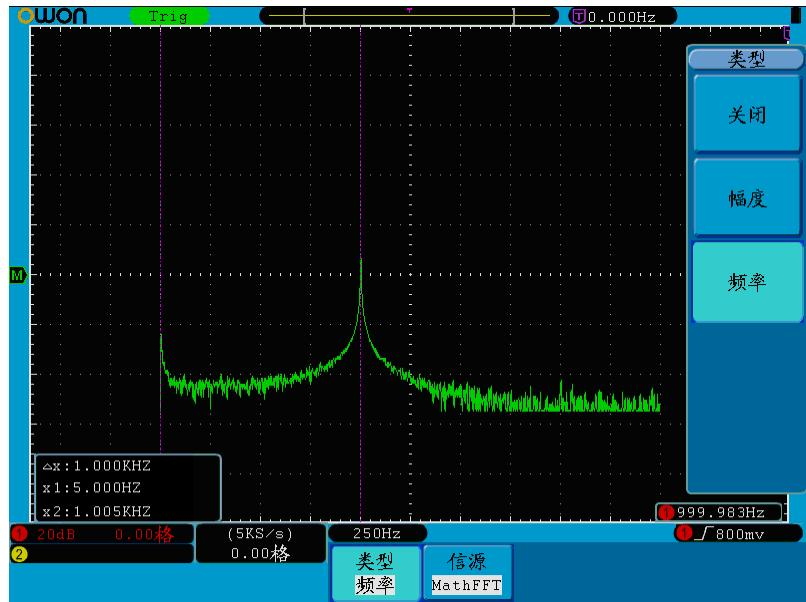

图5-62：频率光标测量波形
3. 根据被测波形，分别转动两个通道的 **垂直位置** 旋钮调整光标1、光标2的位置，增量窗口显示两光标的差值及它们当前的位置。见图5-62：